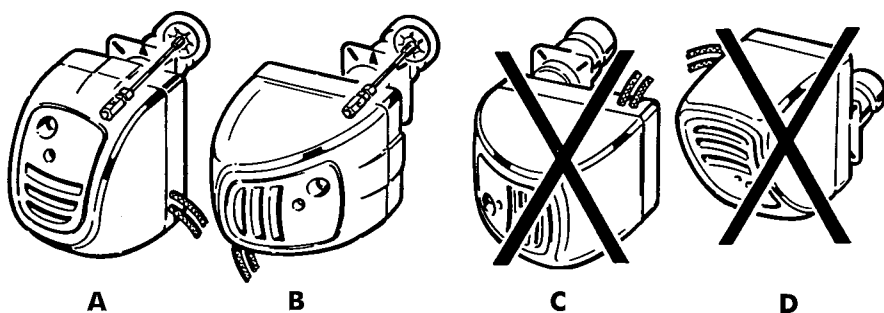

Abb. 11
Nachdem man die Stirnplatte des Heizkessels unter Einhaltung der in Abbildung 2 angegebenen Schablonenmaße vorbereitet hat, muss die Anschlussplatte des Brenners (8) nach Einsetzen der mitgelieferten Isolierdichtung mit den unteren Schrauben befestigt werden. Den Brenner auf die Anschlussplatte montieren und positionieren, wie in Abbildung 11 (Punkte A und B) gezeigt.